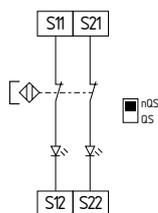

Fig. 14
**Circuito de dos canales de interruptores magnéticos de seguridad según IEC 60947-5-3 (véase fig. 14)**